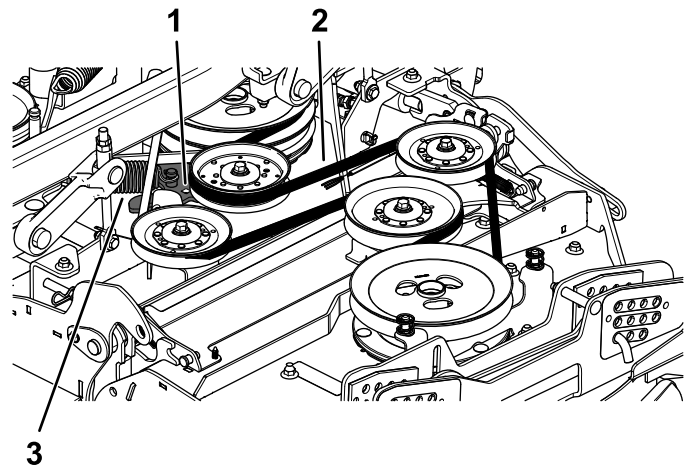

Figura 62
7. Utilizando una llave de carraca en el taladro cuadrado del brazo tensor, gire hacia atrás el brazo tensor para aliviar la tensión del muelle tensor (Figura 62).
8. Retire la correa de las poleas de la carcasa de corte (Figura 62).